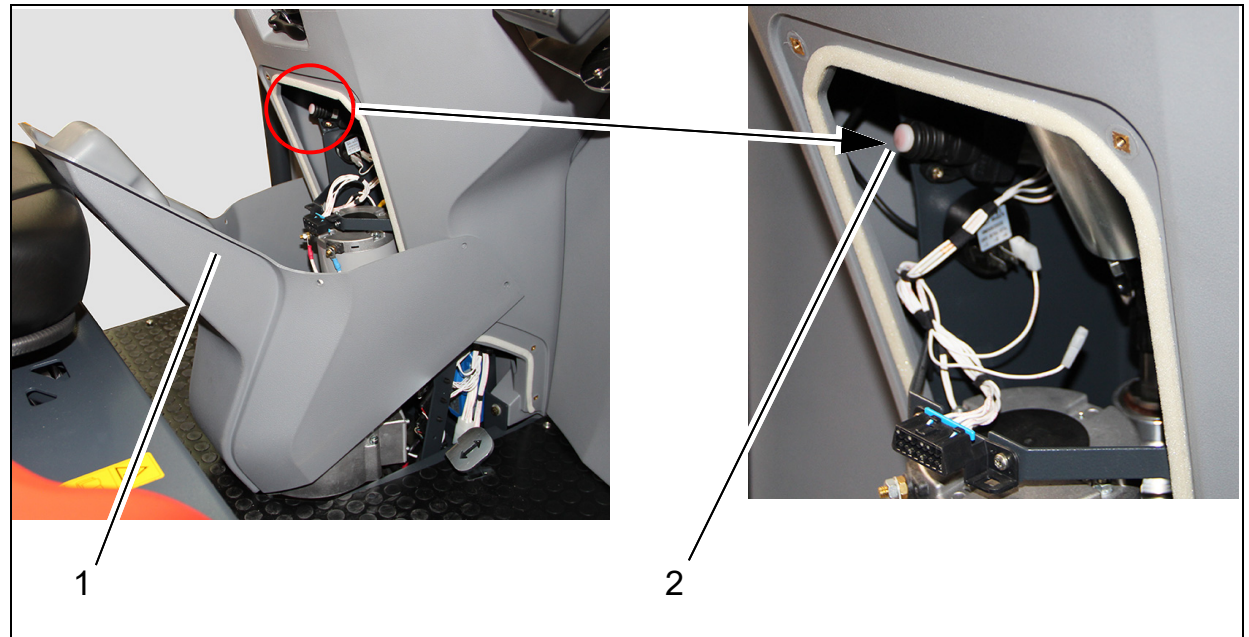

Abb. 7
- Die Schrauben der Abdeckung Lenksäule entfernen und den oberen Teil der Abdeckung nach hinten wegschwenken (Abb. 7/1).
- Den Taster *Bremse entriegeln* (Abb. 7/2) betätigen und abschleppen.